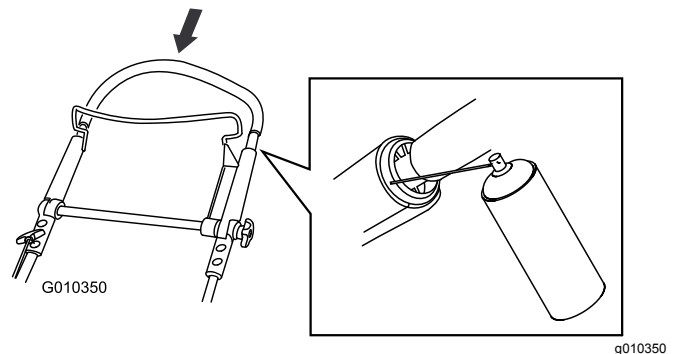

Figure 21
2. Abaissez complètement la partie supérieure du guidon et pulvérisez la surface en plastique intérieure de la poignée extérieure (Figure 21).